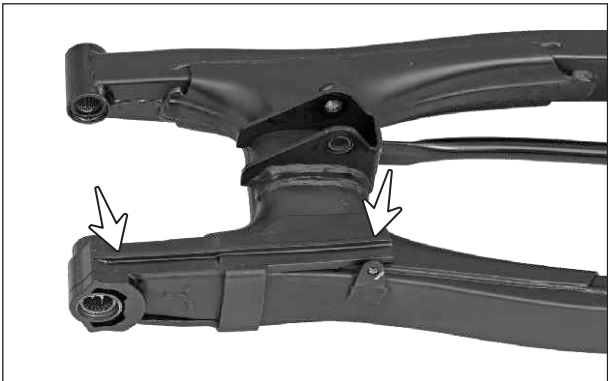

Fig. 6.105
- Retire el deslizador de cadena del basculante. (Fig. 6.105)